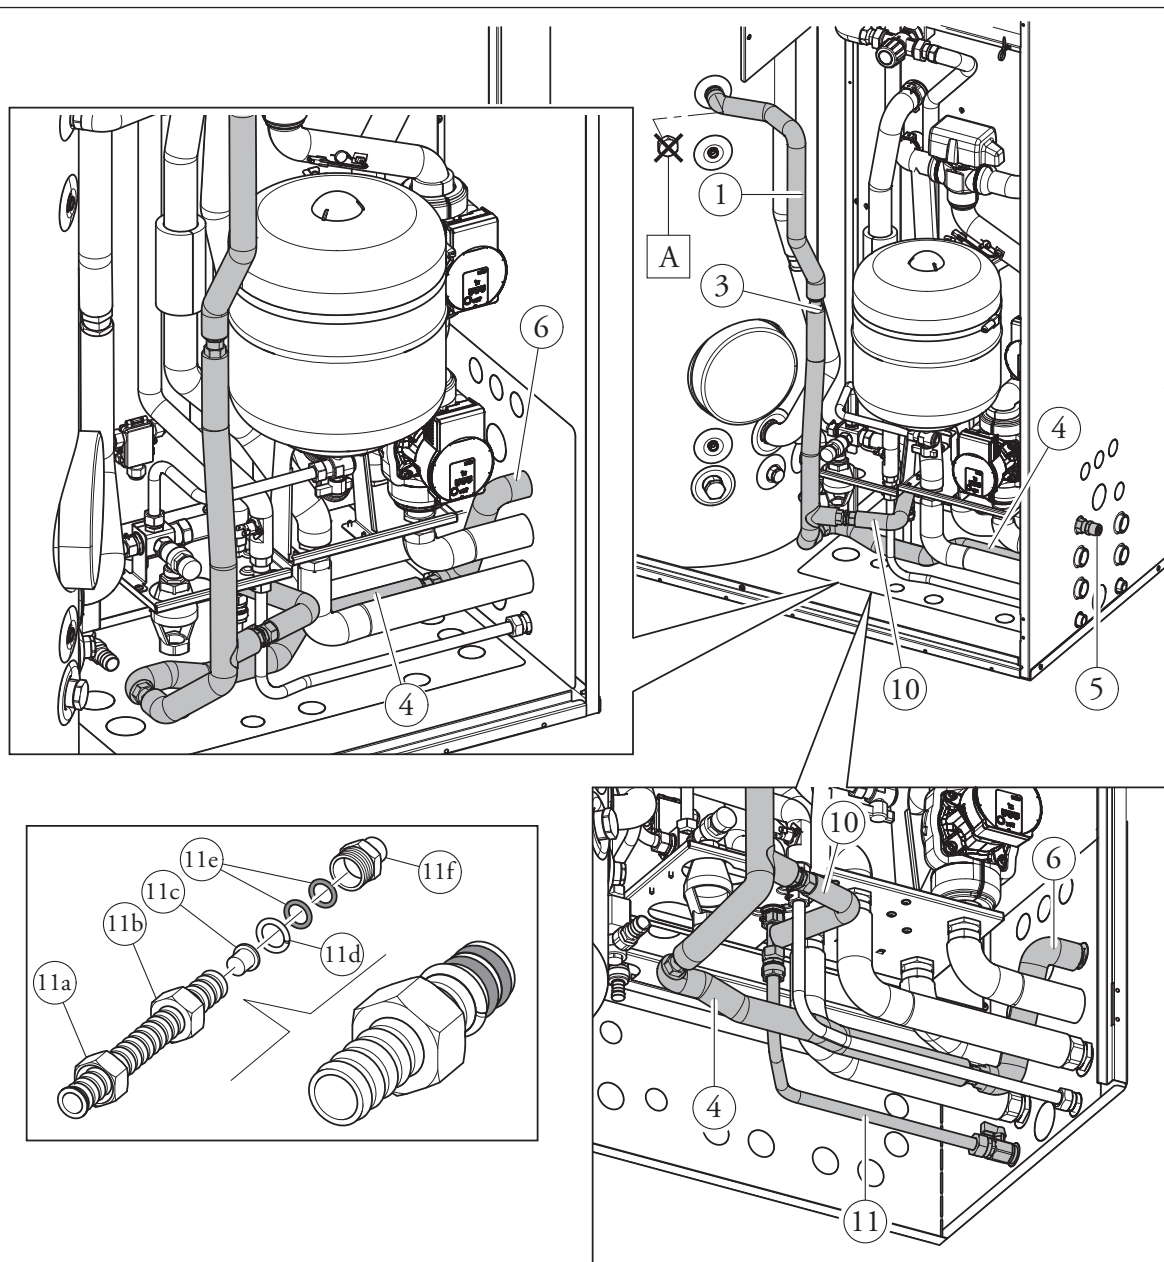

Fig. 2
- Collegare il tubo ricircolo coibentato (4), il tubo flessibile coibentato (6) e il nipples (5) dopo aver interposto le apposite guarnizioni piane (2) in dotazione nel kit, all'impianto di ricircolo sanitario previsto per l'allacciamento laterale (Fig. 2).
- Collegare al tubo a T coibentato (10) in sequenza, il nipples (9), la valvola di ritegno (8) e il tubo flessibile (11) dopo aver interposto le apposite guarnizioni piane (2) in dotazione nel kit (Fig. 2).
- N.B.: installazione tubo flessibile (11):** inserire il dado (11a) dal lato con la cartella. Collegare il tubo (11) in modo provvisorio. Sagomare il percorso del tubo flessibile prendendo le misure e le lunghezze necessarie, quindi all'occorrenza procedere al taglio del tubo stesso utilizzando un tagliatubi per adattare la lunghezza alle proprie esigenze. Inserire il dado (11b), il tappo (11c) all'imboccatura del tubo ed inserire in sequenza l'anello in ottone (11d) posizionandolo sulla 3° gola e i 2 OR (11e) posizionandoli sulla 1° e 2° gola. Dopo aver posizionato gli OR togliere il tappo di protezione (11c). Unire il raccordo in ottone (11f) al dado (11b).
- L'allacciamento laterale del tubo di ricircolo può avvenire in uno dei fori predisposti (Fig. 2).